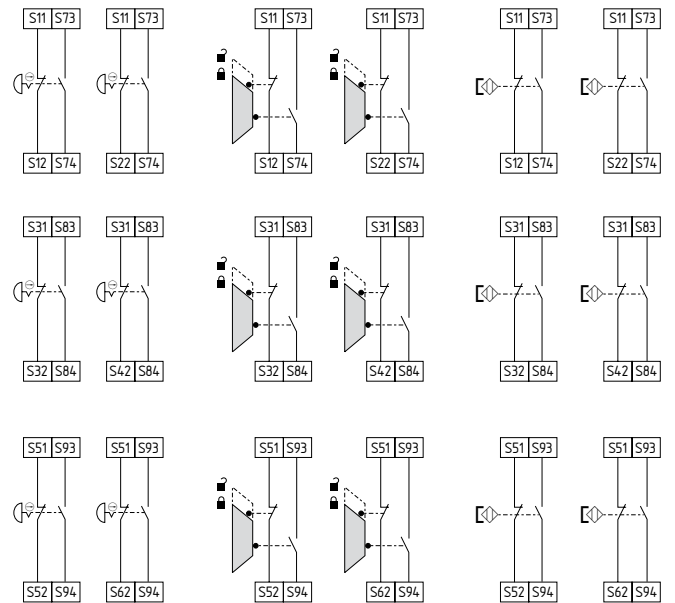

Fig. 5
**Circuito de Paro de Emergencia de dos canales con pulsadores según EN ISO 13850 y EN 60947-5-5 (véase fig. 5)**
**Circuito de monitorización de un resguardo de seguridad de dos canales con dispositivo de seguridad con enclavamiento según EN ISO 14119 (véase fig. 5)**
**Control de dos canales de interruptores magnéticos de seguridad según EN 60947-5-3 (véase fig. 5)**